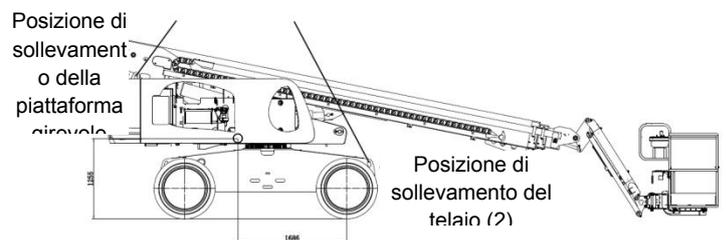

Figura 10-5 Schema di collegamento durante il sollevamento della macchina
- 4) Fissare la piattaforma girevole usando il blocco rotante della piattaforma. Determinare il centro di gravità della macchina utilizzando i dati della Figura 10-5.